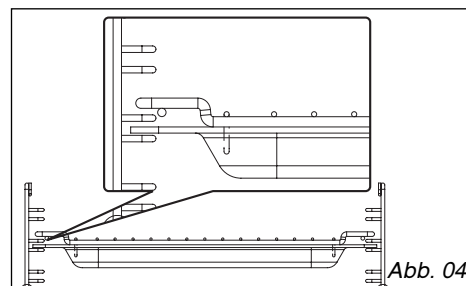

Abb. 04
- **Rost + Glasschale:** Schieben Sie das Glasgefäß zum Braten und zum Auffangen von Bratensaft unter den Rost (Abb. 04).